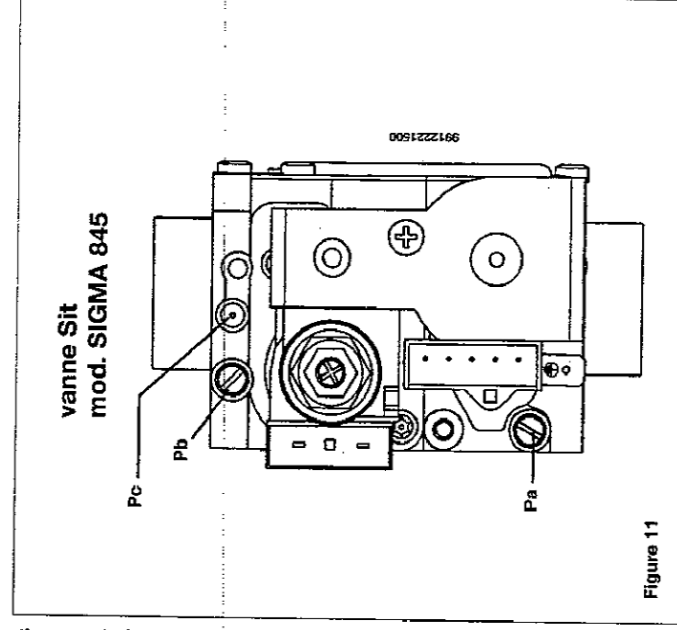

Figure 11
- Vérifier que la pression d'alimentation de la chaudière, mesurée à la prise de pression (Pa) de la vanne gaz (Figure 11) est correct (37 mbar pour le gaz propane, 20 mbar pour le gaz méthane ou 25 mbar pour le gaz G25);